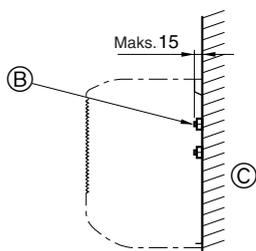

Fig. 3-5
- ▶ Säkra väggfästet genom mittraden med 12 mm. dia. hål, använd lokalt inköpta bultar (skruvbultar, ej ankarbultar eller ankarbultar med mutter) med M10 eller W3/8 gängor. Bultens spets får ej skjuta ut mer än 15 mm från väggytan. (Fig. 3-5)